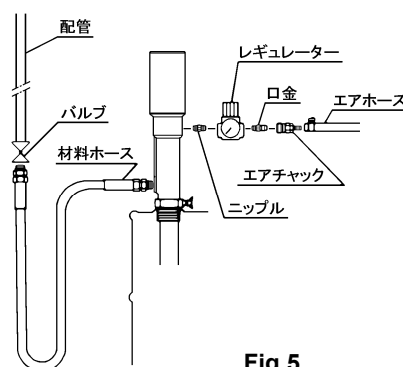

Fig.5
- ポンプ運転時振動により配管をいためること、騒音の元凶になること、ドラムポンプにおいてはドラム缶の交換が不可能になること、ポンプのメンテナンスができないことなどの問題がありますので、配管する場合は、ポンプと直接配管で接続しないでください。(Fig.5)
- 1) ポンプのエア供給口にレギュレーター（別途購入）を取付けてください。（前頁 Fig.5）